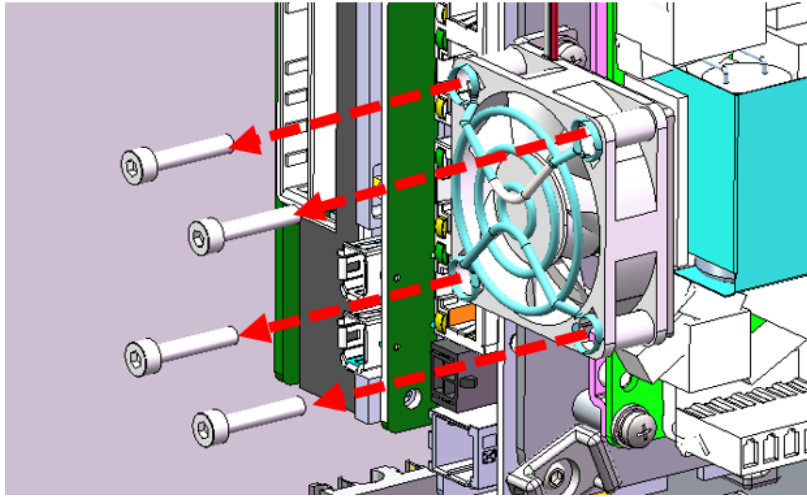

图 5-10 拆除电源模块散热风扇
- 步骤5** 使用 3 mm 内六角扳手拆卸电源模块散热风扇紧固螺钉，如图 5-10 所示。